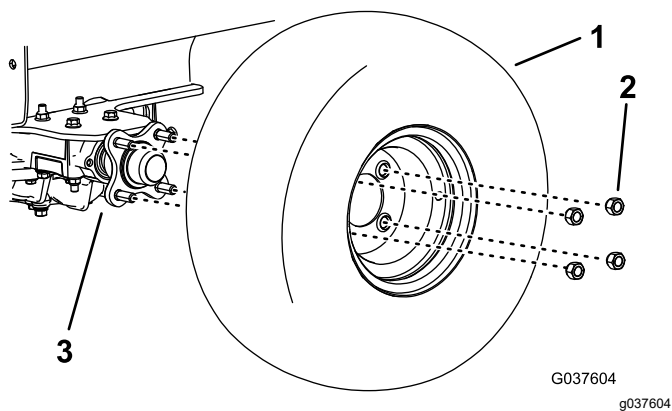

Figura 8
3. Rimuovete lo pneumatico destro (Figura 8).
13. Montate lo pneumatico destro, serrate i dadi a staffa a 115–142 N·m e abbassate la macchina (Figura 8).